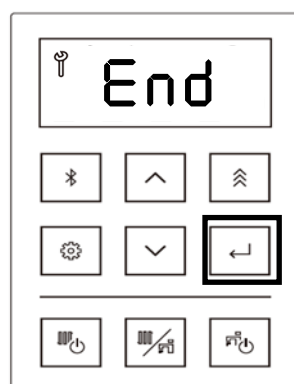

Figure 131
- d. Laisser l'eau circuler dans la chaudière pendant cinq (5) minutes.
13. Appuyer sur la touche de sélection, l'écran affiche « End » (Figure 131).